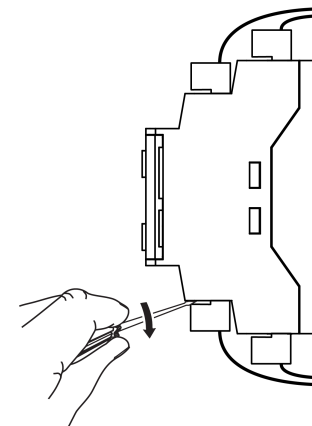

Рисунок 5.3 – Отсоединение съемных частей клемм
2. Вставив отвертку в проушину, оттянуть защелку (см. рисунок 5.3, 1).
3. Прижать прибор к DIN-рейке (см. рисунок 5.3, 2).
4. Вернуть отверткой защелку в исходное положение (см. рисунок 5.3, 3).
1. Отсоединить съемные части клемм от прибора (см. рисунок 5.3).